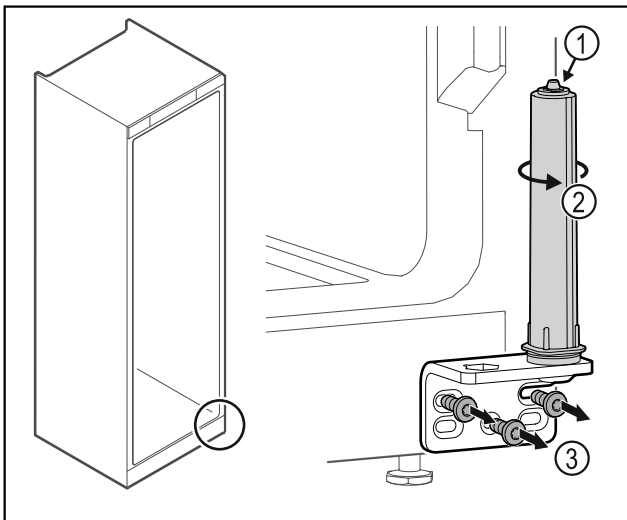

Fig. 18
- ▶ Türschließsystem nicht zerlegen Fig. 18 (1).
- ▶ Schließsystem Fig. 18 (2) drehen, bis es klickt.
- ▶ Scharnierwinkel Fig. 18 (3) abschrauben.